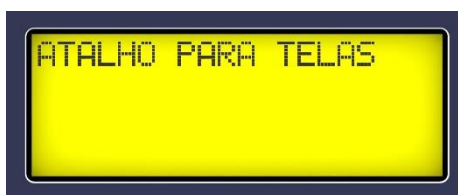

Figura 11: Tela de atalho.
A tela de seleção de atalhos será mostrada conforme Figura 11 e, quando pressionado o botão **ENTER** ela se modificará ficando como na Figura 12 que permite a modificação do campo “Escolha a tela” através do seguinte procedimento:
**AVISO:** Se o valor ajustado se encontrar fora das faixas indicadas na Figura 12 a mensagem “Número inválido” será mostrada na linha inferior da tela e a tela de atalho ficará novamente igual a Figura 11, sendo necessário a repetição dos passos.